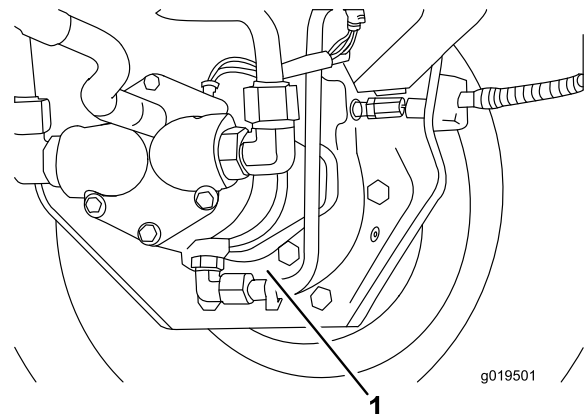

Bild 65
3. Stellen Sie ein Auffanggefäß unter das Bremsgehäuse, entfernen die Verschlusschraube und lassen das Öl ablaufen (Bild 65).